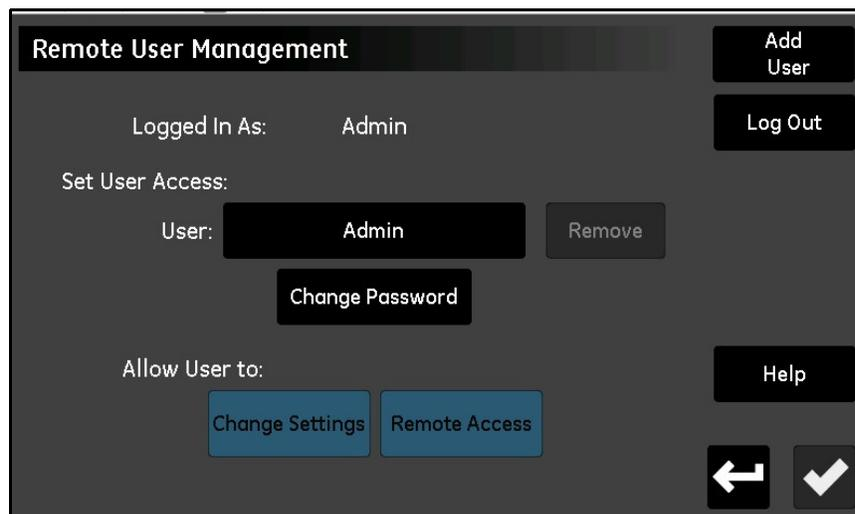

Abbildung 71: Bildschirm „Remote-Benutzerverwaltung“
Geben Sie Ihr Passwort ein und tippen Sie auf die Schaltfläche **Anmelden**. Nach erfolgreicher Anmeldung wird der Bildschirm *Remote-Benutzerverwaltung* wie in *Abbildung 71* unten dargestellt geöffnet.
Das **Bediener**-Passwort sollte so bald wie möglich geändert werden. Die Schritte zum Ändern des **Bediener**-Passworts sind dieselben wie zum Ändern des **Admin**-Passworts (siehe vorheriger Abschnitt). Wählen Sie das Konto **Bediener** im Bildschirm *Remote-Benutzerverwaltung* aus (siehe *Abbildung 71 auf Seite 77*). Geben Sie dann das neue Passwort ein und bestätigen Sie es.
4. Tippen Sie auf die Schaltfläche **Anmelden**, um den Bildschirm *Remote-Benutzerverwaltung* zu öffnen (siehe *Abbildung 71 auf Seite 77*).